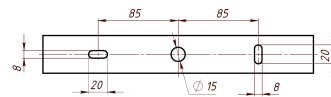

Рисунок 1
3.2. Установить светильник на монтажную поверхность, закрепить его винтами через монтажные отверстия скобы. Размер и положение отверстий приведено на рис. 1.